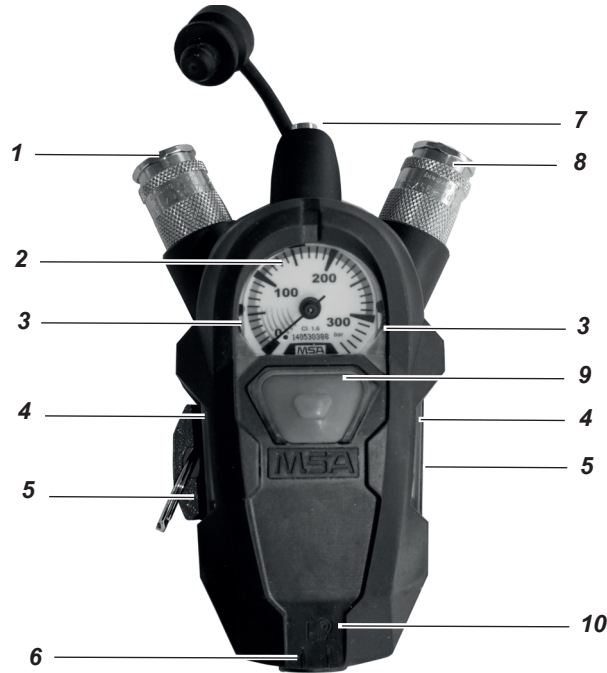

Fig. 1 Overzicht SingleLine SCOUT
De SingleLine SCOUT (zie Fig. 1) is aangesloten op het uiteinde van de SingleLine van een van toepassing zijnde MSA SCBA. Het toestel bestaat uit de manometer (2), de koppeling voor de ademautomaat (8) en eveneens uit een akoestische waarschuwingstoestel (7) (signaalfluitje). Het activeert een continu waarschuwingssignaal wanneer de cilinderdruk daalt onder  $55 \pm 5$  bar. De tweede aansluiting (1) verbindt een tweede ademautomaat (bijv. Reddingskit of RespiHood).